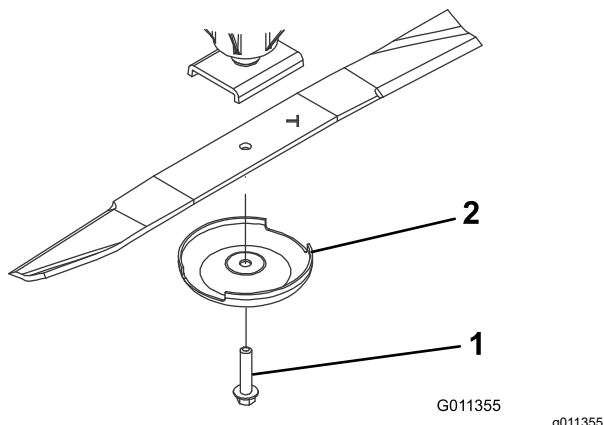

Рисунок 123
3. Снимите болт ножа, защитный колпак и нож с вала шпинделя (Рисунок 123).